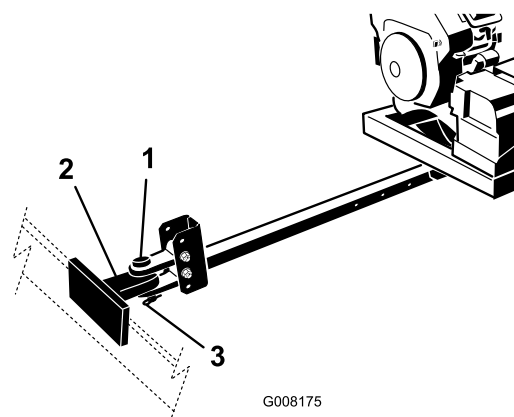

图 5
4. 使用挂钩销和 U 形销将吹风机挂钩连接到牵引车挂钩上图 5。